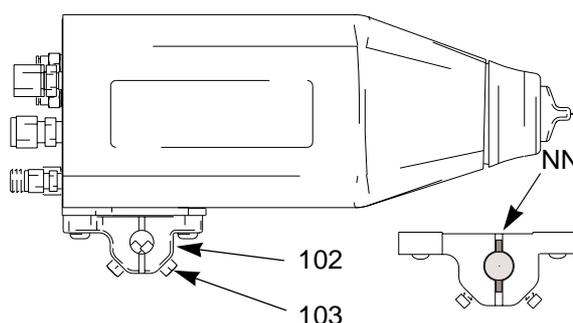

Fig. 4. Abrazadera de montaje
1. Afloje los dos tornillos de fijación (103) del soporte de montaje y deslice el soporte (102) sobre una varilla de montaje de 13 mm (1/2 pulg.). Vea Fig. 4.
**NOTA:** Para mayor fiabilidad en la instalación, introduzca un pasador de posición de 3 mm (1/8 pulg.) en la ranura (NN) del soporte y a través del orificio de la varilla. Vea el detalle en Fig. 4.